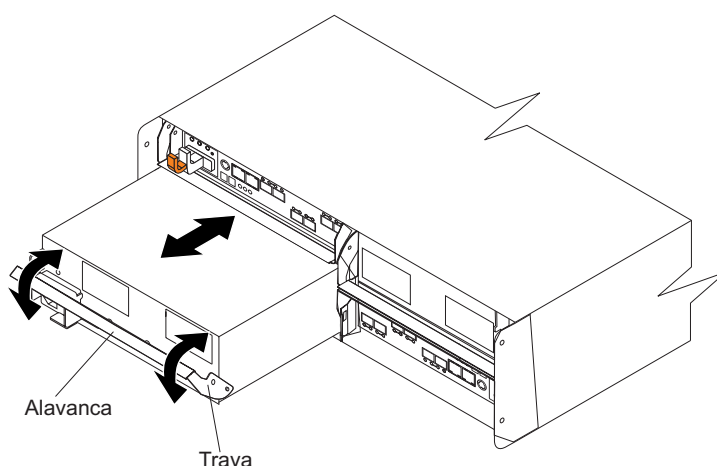

Figura 83. Recolocando uma Unidade de Fonte de Alimentação e de Ventilador
Utilize o seguinte procedimento para substituir uma unidade AC de energia e refrigeração. A Figura 83 na página 156 ilustra a remoção e inserção de uma unidade.
11. Puxe lentamente a alavanca para fora do chassi para remover a unidade de fonte de alimentação e de refrigeração, conforme mostrado na Figura 83 na página 156.